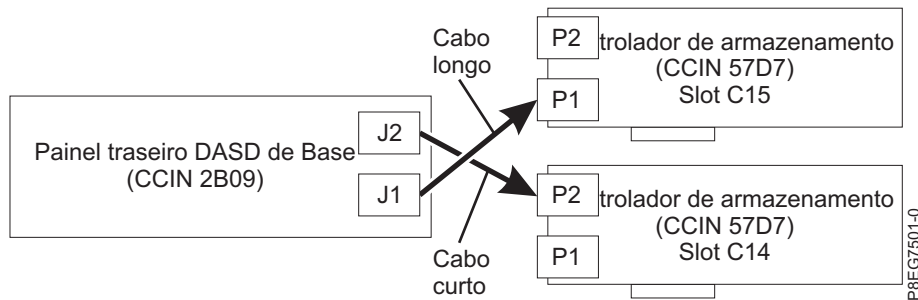

Figura 11. Reconectando o cabo SAS em uma configuração de divisão de disco
- Se você tiver dois adaptadores internos PCIe3 x8 SAS RAID (CCIN 57D7) (recurso de divisão de disco), o cabo SAS curto conectará o conector do painel traseiro da unidade de disco superior (J2) ao conector P2 no adaptador no slot P1-C14. O cabo SAS longo conecta o conector do painel traseiro da unidade de disco inferior (J1) ao conector P1 no adaptador no slot P1-C15. Veja a Figura 11 na página 11.